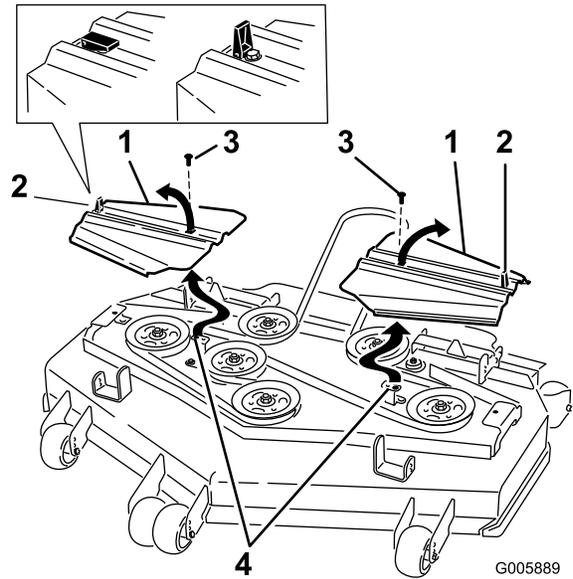

Figura 62
- Instale las cubiertas de la correa introduciendo las pestañas en las ranuras. Coloque los tornillos y fije los cierres (Figura 62).